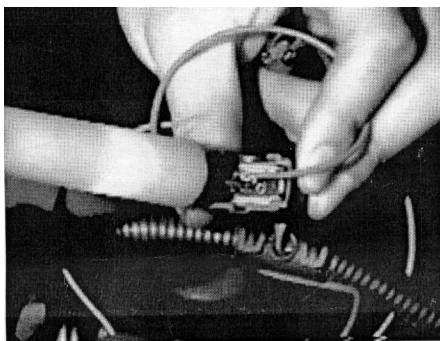

图 5-21 二极管试灯检测
2) 检查 ECU 控制线路。自制一个串联有 330Ω 左右电阻的二极管试灯。在点火开关置于 OFF 位置的情况下拔下喷油器插头，如图 5-21 所示，将二极管试灯的正极与喷油器蓄电池正极相连，试灯的负极与喷油器控制信号线束插头相连。起动机，二极管试灯应闪烁，否则应检查喷油器到 ECU 之间的线路情况是否正常。